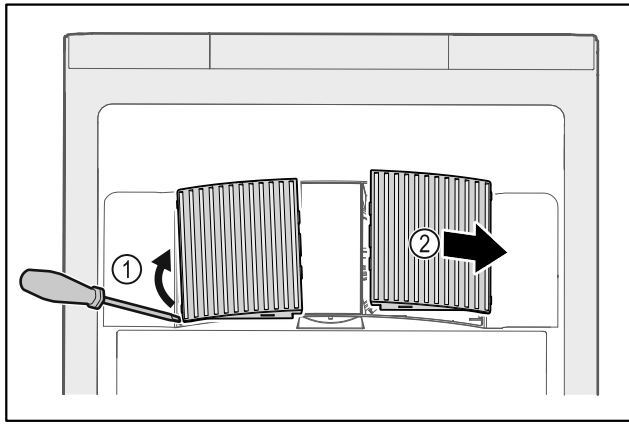

Fig. 214
- ▶ Óvatosan fessegesse le a ventilátor burkolatait oldalról Fig. 214 (1), és emelje le őket előre felé Fig. 214 (2).